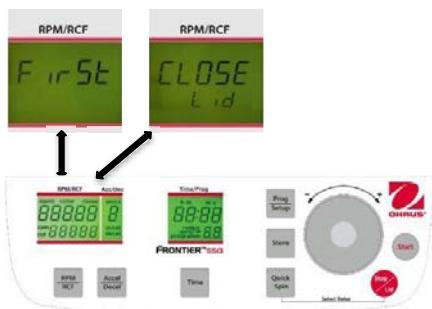

Figure. 20
Si les échantillons sont sensibles à la température, il est utile de pré-refroidir la centrifugeuse, le rotor et finalement les godets à la température requise de fonctionnement. Pour ce faire, insérer le rotor retenu et prédéfinir la température correspondante. En appuyant simultanément sur les touches **"Temp/Setup"** (13) (voir la figure 20) et **"Time"** (6), l'utilisateur démarra une centrifugation. Pendant le fonctionnement, l'unité choisit automatiquement une vitesse de rotation équivalente à 20 % de celle autorisée du rotor inséré. Après avoir atteint la température prédéfinie, il est possible de quitter le pré-refroidissement avec la touche **"Stop"** (10). En fonction du rotor inséré, le pré-refroidissement dure environ de 10 à 20 minutes.
Pour adapter les données, appuyer sur la touche **"Store"** (2) (voir les figures 20 et 21) pendant 1 seconde environ. Si le programme est correctement mémorisé, le mot **"StorE"** apparaît sur l'affichage **"RPM/RCF"** (A-1). Ceci aura pour effet de faire disparaître le mot **"programm"** (M10).